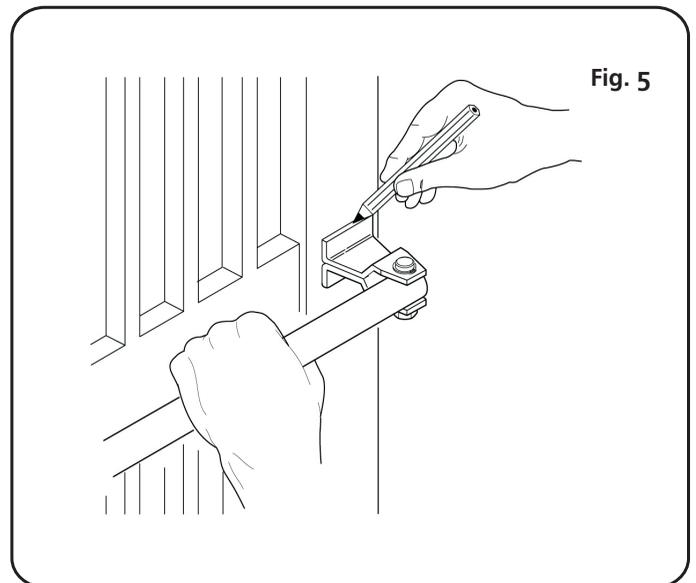

Fig. 5
F) Chiudere l'anta del cancello mantenendo l'attuatore perfettamente orizzontale e individuare sull'anta la posizione dell'attacco anteriore (fig. 5);